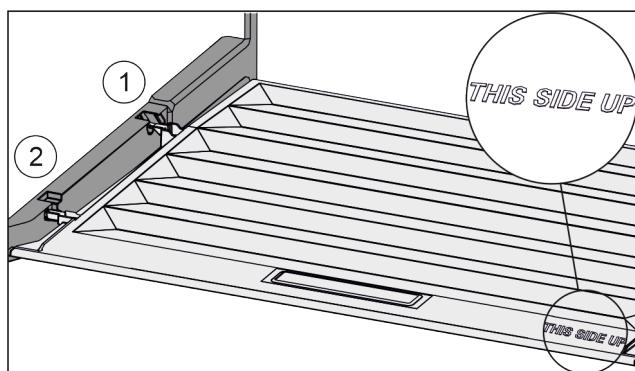

Fig. 46
- Výstupky víka zavedte do zadních držáků Fig. 46 (1) a vpředu zaklesněte do držáku Fig. 46 (2).